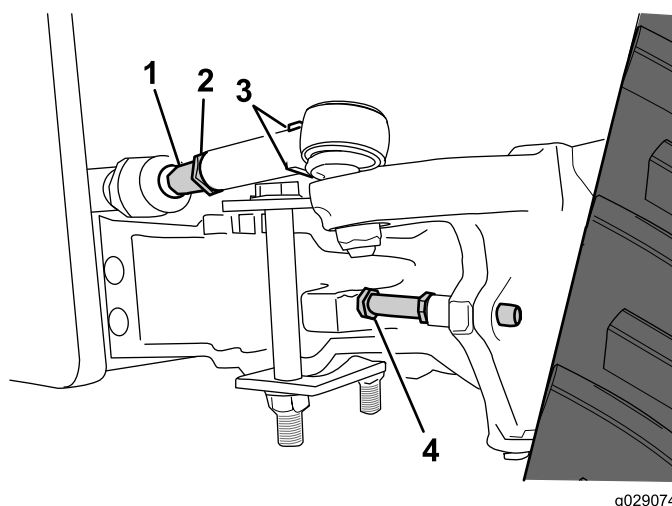

Figura 16
1. Coloque una llave en las superficies planas de la terminal de tracción (Figura 16).
2. Utilice una segunda llave para aflojar la tuerca de bloqueo (Figura 16).
3. Mueva la segunda llave a las superficies planas del ajustador roscado (Figura 16) y gire el ajustador roscado hacia adentro o hacia afuera hasta que las orugas queden aproximadamente paralelas.
5. Ajuste el limitador de dirección (Figura 16) según sea necesario para evitar que la oruga interfiera en la máquina.